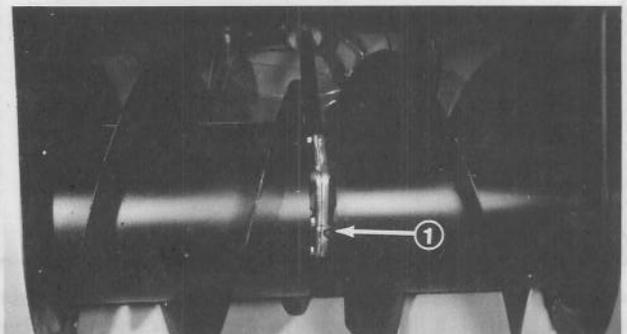

Figure 35
1. Enlevez le bouchon à tuyau (Fig. 35).